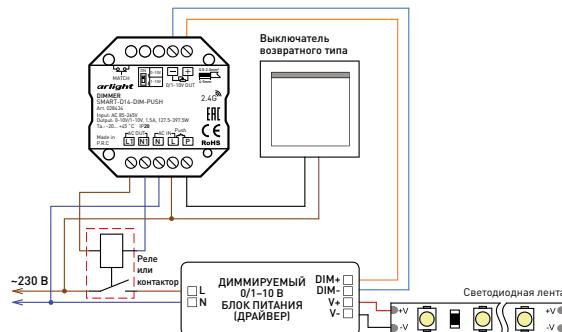

Рисунок 3. Схема подключения диммера SMART-D14-DIM-PUSH с использованием реле или контактора
- 3.3. В случае, когда суммарный ток нагрузки, подключаемой к выходу AC OUT, превышает 1.5 А или пусковой ток превышает 15 А, рекомендуется производить подключение через реле или контактор (рисунок 3).